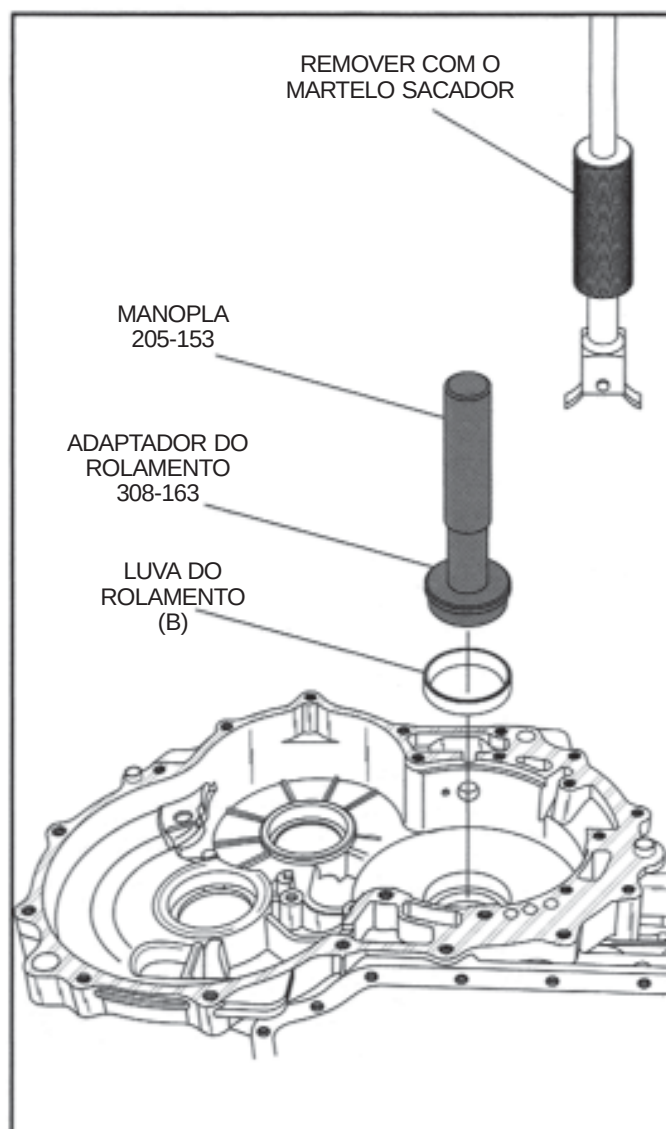

Figura 118
17. Remova as 3 pistas do rolamento da carcaça da transmissão utilizando um martelo sacador com adaptador apropriado (Vide Figura 118).
18. Instale com ferramenta apropriada a nova luva do rolamento (B) na entrada da tração final, conforme ilustrado na Figura 118.